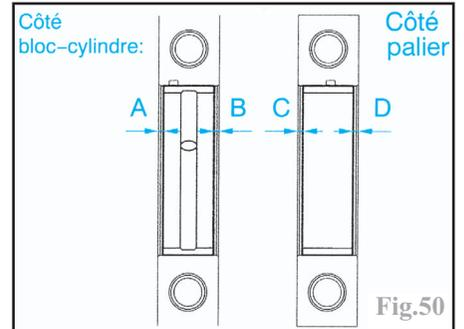

Fig.50
- monter les coussinets des paliers de vilebrequin rainurés sur le bloc-cylindres et les coussinets lisses sur les paliers. Les aligner en mesurant la différence des cotes de chaque côté du coussinet. Elles doivent être inférieures à celles données ci-dessous (Fig.50) :